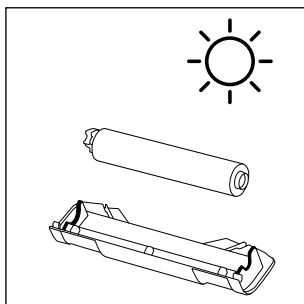

Rys. 35
- ◆ Umyj osłonę przeciwbryzgową ❺ oraz wałek szczotkowy ❹ pod bieżącą, ciepłą wodą (patrz rys. 35).